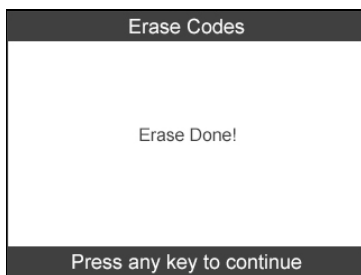

Рисунок 6.7
- 3) После успешного удаления кодов отобразится сообщение **Erase Done! [Удаление выполнено!]**. Для продолжения нажмите любую кнопку. (См. рисунок 6.7)